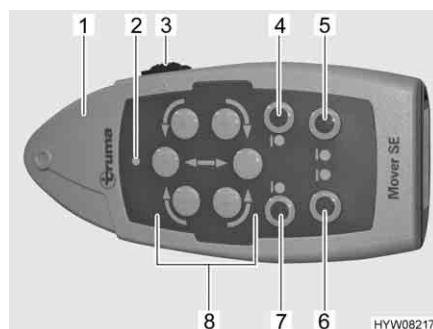

Fig. 8 Télécommande
- Pousser l'interrupteur à curseur (Fig. 8,3) de la télécommande (Fig. 8,1) sur "MARCHE" (I). Le système d'aide à la manœuvre est opérationnel quand la DEL verte (Fig. 8,2) s'allume.
- Plaquer des deux côtés les rouleaux d'entraînement contre les pneus. Presser pour ce faire les touches "Plaquer" (Fig. 8,4 et 7).
- Déplacer le véhicule dans la position désirée avec les touches de direction (Fig. 8,8).
- Éloigner des deux côtés les rouleaux d'entraînement des pneus. Presser pour ce faire les touches "Libérer" (Fig. 8,5 et 6).
- Pousser l'interrupteur à curseur (Fig. 8,3) de la télécommande sur "ARRÊT" (0).